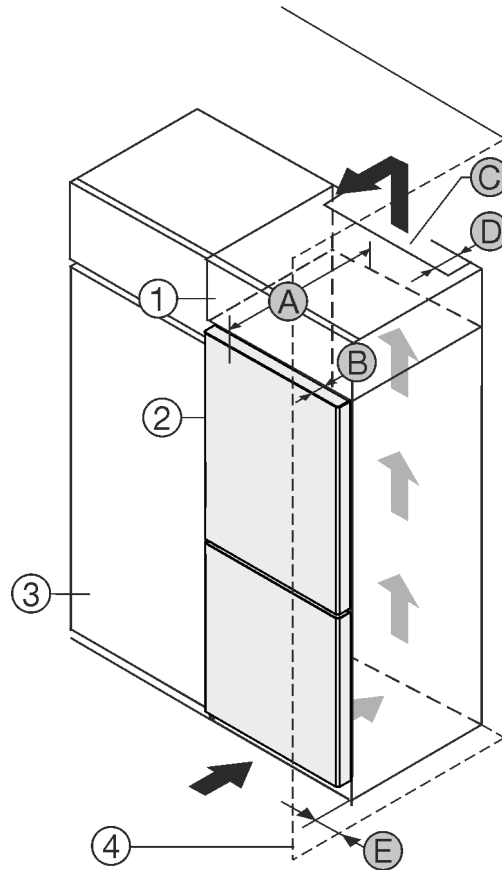

Fig. 1
- (1) Nastavná skříňka
- (2) Příklad
- (3) Kuchyňská skříň
- (4) Stěna
- (A) Hloubka přístroje
- (B) Hloubka dvířek
- (C) Ventilační průřez
- (D) Vzdálenost zadní strany přístroje
- (E) Vzdálenost k zadní straně přístroje
Můžete přístroj nainstalovat přímo vedle kuchyňské skřínky Fig. 1 (3).
Na zadní straně nastavné skříňky musí být větrací šachta hluboká Fig. 1 (D) přes celou šířku nastavné skříňky.
Pod stropem místnosti musí být dodržen ventilační průřez Fig. 1 (C).
Když přístroj instalujete závěsy vedle stěny Fig. 1 (4), musí být vzdálenost mezi přístrojem a stěnou minimálně 13 mm.
Když přístroj instalujete závěsy vedle stěny Fig. 1 (4), musí být vzdálenost mezi přístrojem a stěnou minimálně 20 mm.
Aby bylo možné dvířka plně otevřít, musí přístroj přesahovat o hloubku dvířek Fig. 1 (B) vůči přední linii kuchyňské skřínky. V závislosti na hloubce kuchyňských skříněk Fig. 1 (3) a použití vymezovačů odstup od stěny může přístroj vyčnívat dále.